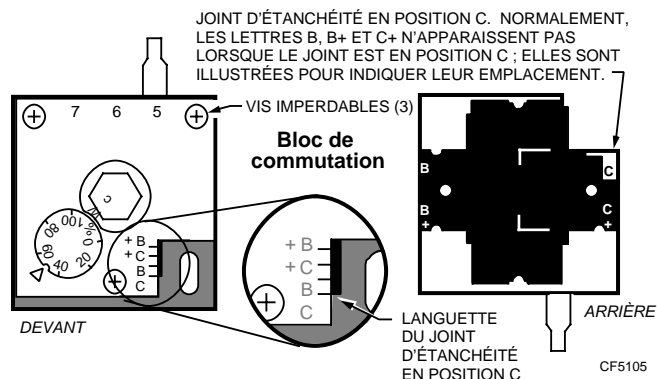

Fig. 6. Position du joint d'étanchéité selon la fonction du manomètre et le blocage de l'action intégrale.
1. Vérifier la position de la languette du joint d'étanchéité (Fig. 6, vue du devant).
4. Faire tourner ou basculer le joint d'étanchéité jusqu'à ce que sa position corresponde à la fonction souhaitée (Fig. 6, arrière).